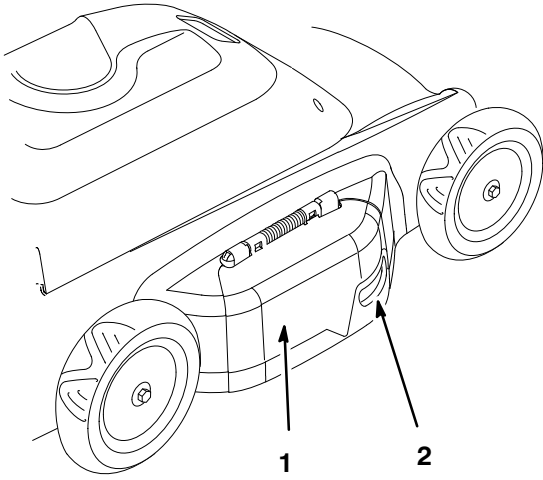

Figure 7
1. Use handle on mulch door to raise door (Fig. 7).